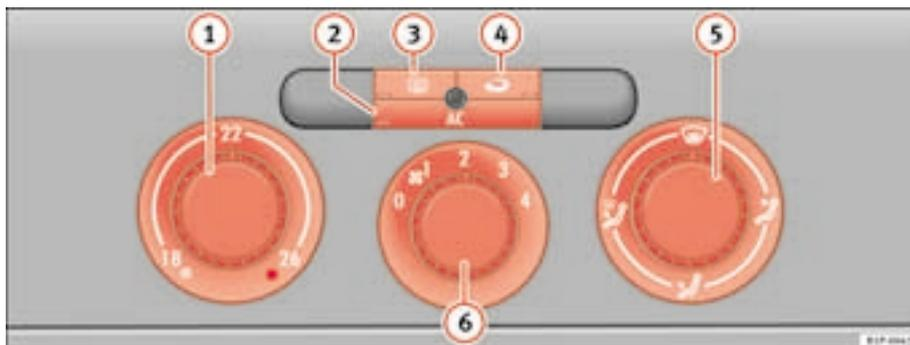

Fig. 105 Comandos do Climatic no painel de instrumentos
- Com os reguladores ⇒ fig. 105 1 e 5 e com o interruptor 6 é ajustada a temperatura, a distribuição do ar e o nível do ventilador.
- Ligar o ar condicionado com o botão ⇒ página 147, fig. 105